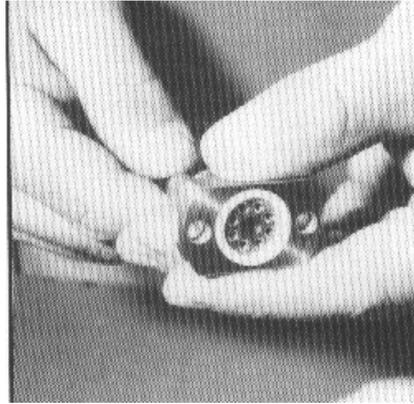

Fig. 6 Rimuovere il disco e la guarnizione della camera
- Usare un utensile smussato per spingere il disco di distribuzione e la guarnizione della camera fuori dalla camera di miscelazione (vedi Fig. 6).